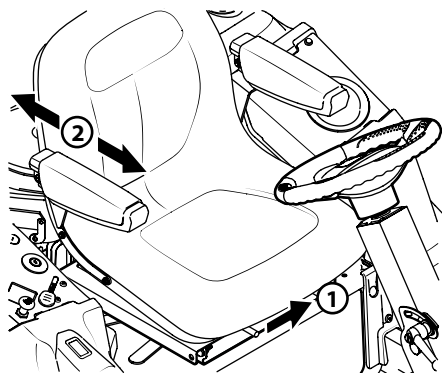

Figura 2-6
- Para ajustar la posición del asiento, empuje la palanca de ajuste del asiento hacia la izquierda. Vea la Figura 2-6.
- Deslice el asiento hacia adelante o hacia atrás hasta la posición deseada; luego suelte la palanca de ajuste. Asegúrese de que el asiento esté fijo en su posición antes de operar el tractor. Vea la Figura 2-6.